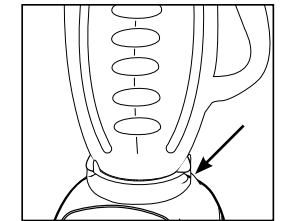

FIGURA 6
7. Alinee las lengüetas del vaso con las lengüetas de la base de la licuadora. Asegúrese de que la lengüeta del vaso en el lado izquierdo esté en el dorso de la lengüeta de la base de la licuadora y la lengüeta del vaso en el lado derecho esté adelante de la lengüeta de la base de la licuadora. Asegúrese que el vaso se asiente en posición. (Figura 6)